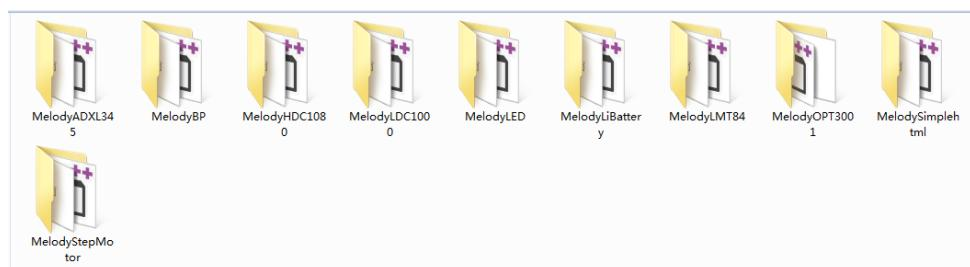

图 5-2 例程文件
3、将解压后所有的文件（即图 5-2 中的所有文件）复制进 CC3200 LaunchPad 开发包安装路径，其路径为【 C:\Users\ 用户名 (PC 用户名，根据用户实而不同)】